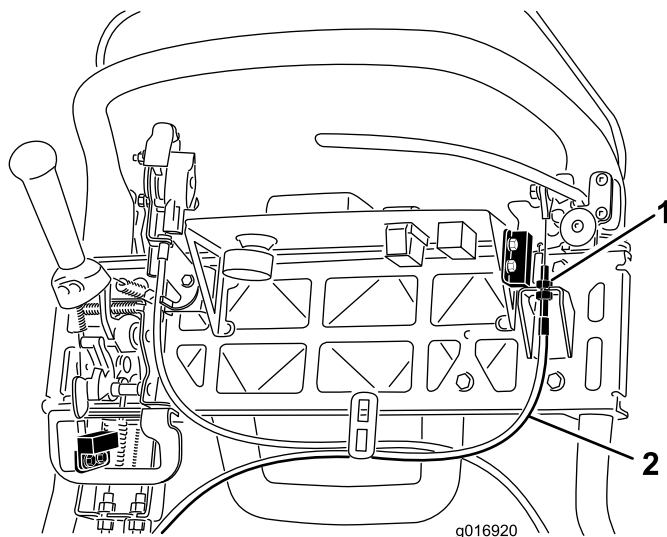

Figura 40
3. Para aumentar a tensão do cabo, desaperte a porca de bloqueio do cabo dianteiro e aperte a porca de bloqueio do cabo traseiro (Figura 40) até que seja obtida uma força de 156 N, de maneira a que se possa engatar o travão, é necessário para soltar o bloqueio do travão de estacionamento. Não ajuste demasiado ou poderá prender o travão de estacionamento.